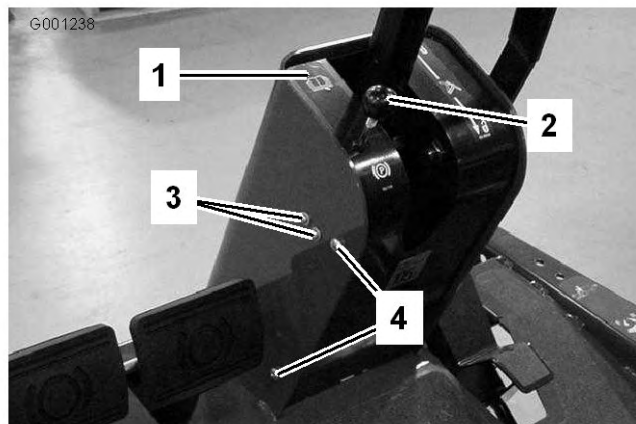

図 61
2. 駐車ブレーキ・ロッドのノブを外し、次にハンドルタワーのカバーを止めているネジを外す（図 61）。
4. 駐車ブレーキ・スイッチを固定しているネジをゆるめる（図 61）。